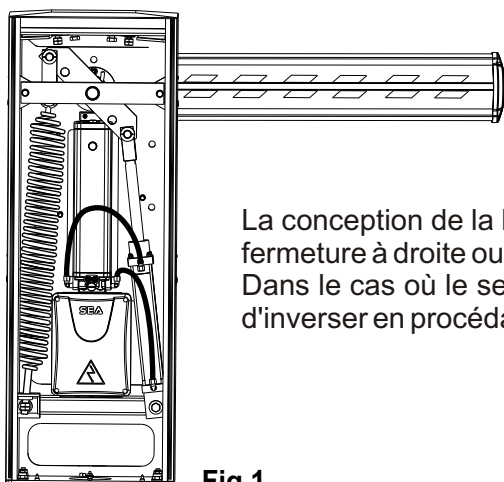

Fig.1
N.B.: L'opérateur est livré de série comme dans Fig.1 (avec fermeture à droite).
Barrière avec fermeture à droite (Fig. 1)